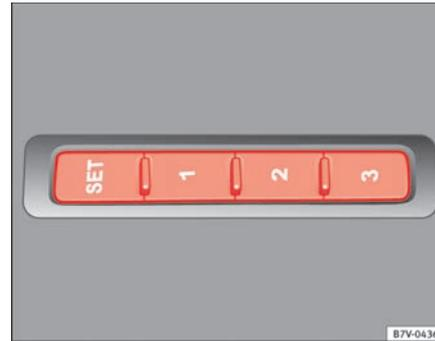

Abb. 86 Memorytasten außen am Fahrersitz.
- Taste **SET** länger als eine Sekunde drücken ⇒ Abb. 86.